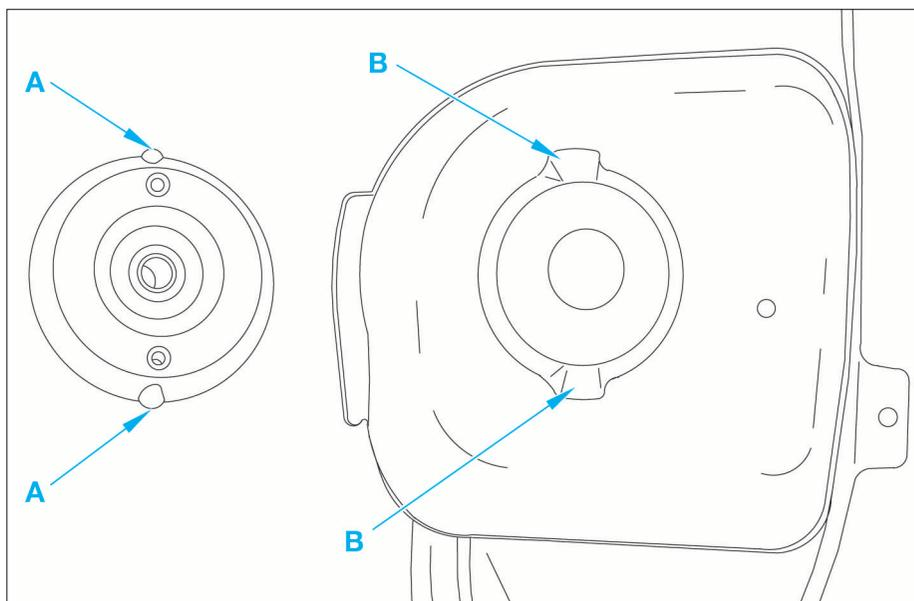

FIG. 3
- Positionner les bossages "A" du support d'amortisseur dans les emboutis "B" du passage de roue (Fig.3).